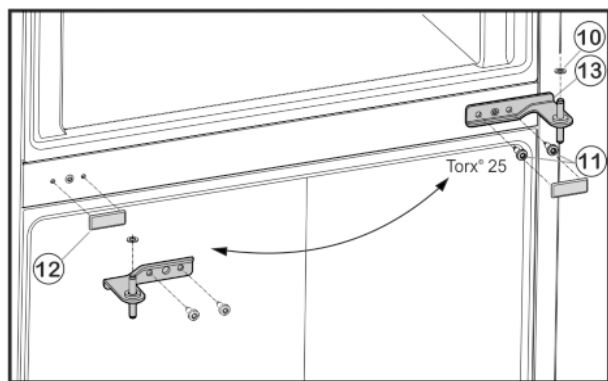

Fig. 5
- Desserrer les vis de fixation Fig. 5 (11) (2 fois Torx® 25) et retirer le support de palier du milieu de la porte inférieure.
- Retirer la rondelle en plastique Fig. 5 (10).
- Retirer le cache Fig. 5 (12) avec précaution.
- Replacer le cache Fig. 5 (12) du côté opposé.
- Remettre en place le support de palier du milieu Fig. 5 (13) à 180° dans la porte inférieure et la visser solidement à l'aide des vis de fixation Fig. 5 (11) (2 fois Torx® 25) sur le nouveau côté de la charnière (**avec 4 Nm**).
- Remettre en place la rondelle de plastique Fig. 5 (10).
- Mettre en place la porte supérieure sur le support de palier Fig. 5 (13).